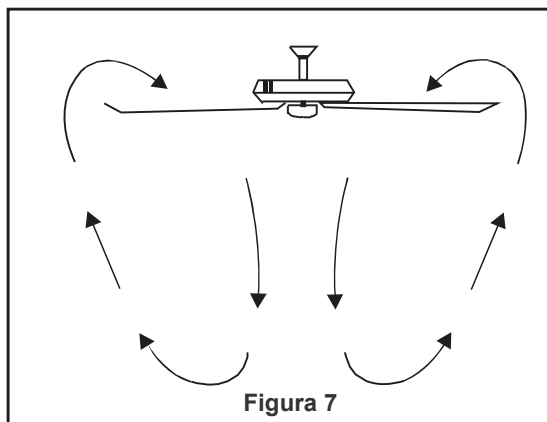

Figura 7
- Clima cálido - (Hacia adelante) Un flujo de aire descendente crea un efecto de enfriamiento, como se muestra en la Figura 7. Esto le permite poner el aire acondicionado en un ajuste más alto sin afectar su comodidad.